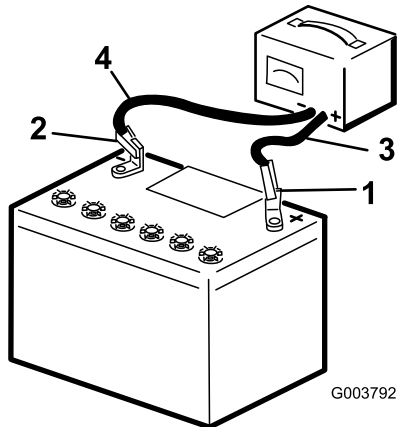

Figura 79
3. Conecte el cable negativo del cargador de la batería al borne negativo de la batería (Figura 79).
5. Cuando la batería esté completamente cargada, desconecte el cargador de la fuente eléctrica, luego desconecte los cables del cargador de los bornes de la batería (Figura 79).